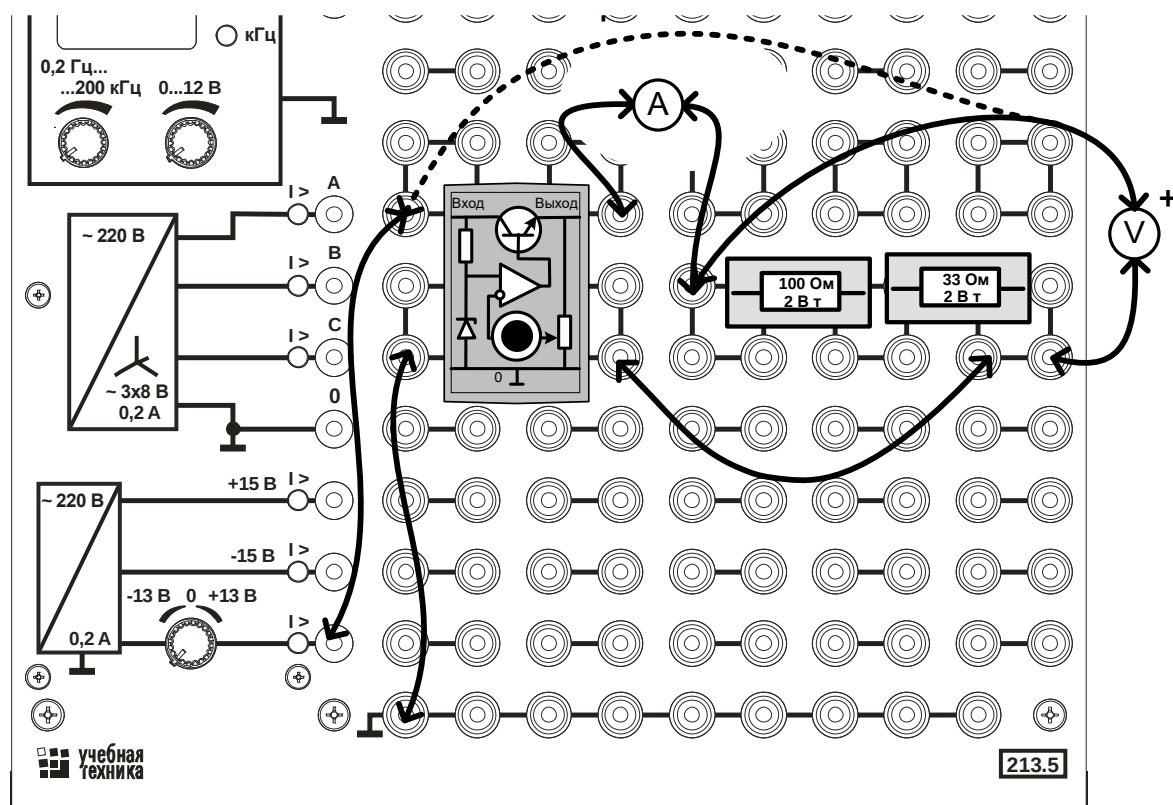

Рис. 7.11. Монтажная схема.
- Соберите цепь для исследования компенсационного стабилизатора (рис. 7.11) сначала не подключая нагрузку.